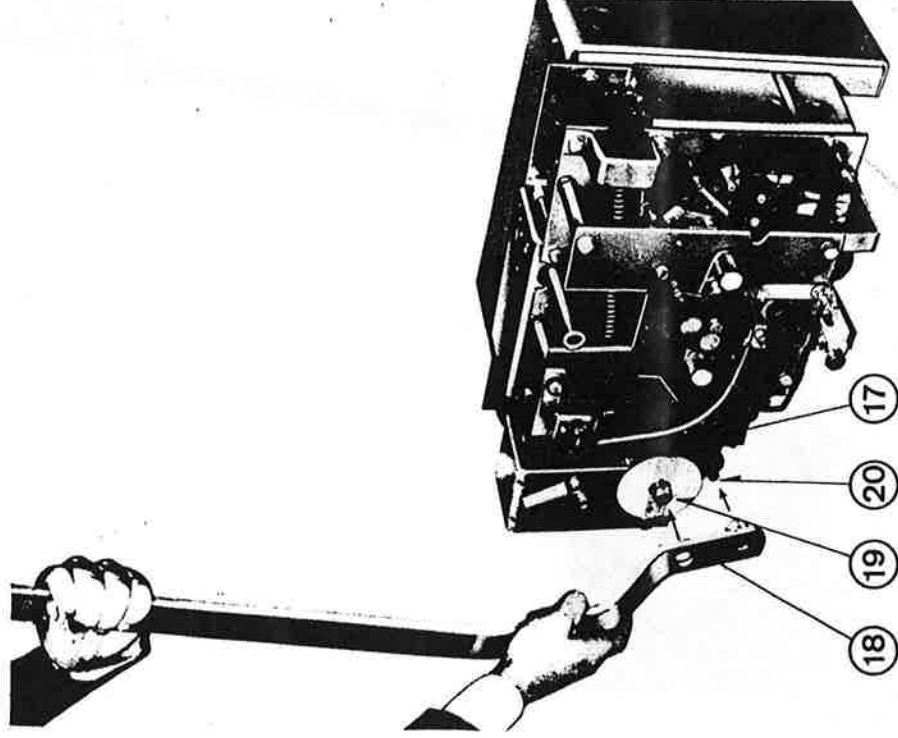

Fig. 10
- caricare manualmente le molle di chiusura mediante la manovella (10) (fig. 9) fino a quando la biella snodata (17) (fig. 10) è riarmata facendo però attenzione a non completare la carica delle molle stesse;
- togliere la manovella ed inserire l'apposita leva (18) usando come fulcro l'estremità dell'albero (19) ed impegnando il perno (20) (fig. 10);
- load the closing springs manually by means of crank (10) (fig. 9) until trace (17) (fig. 10) is reloaded and take care not to complete the loading of springs;
- remove the crank and fit the lever (18) using the shaft end (19) as a fulcrum and engage the pin (20) (fig. 10);